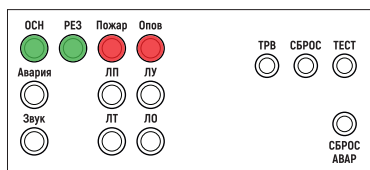

Рис. 35 Индикация на однозональном БРО при воспроизведении сигналов оповещения по запрограммированному сценарию
• В однозональных БРО и БР во время воспроизведения сообщений индикатор «ОПОВЕЩ» горит ровным свечением (рис. 35, 37), при отсчете времени задержки работает в мигающем режиме. Встроенный звуковой сигнализатор выдает повторяющийся короткий однотональный сигнал. Контакты оптореле «ПУСК» замкнуты.